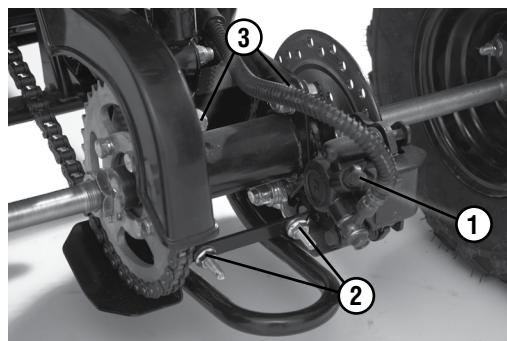

Рис. 14 Дисковый тормоз задней оси
- снимите колпачок с клапана выпуска воздуха (рис.14 поз.1); на штуцер клапана наденьте резиновую трубку, другой конец которой погрузите в емкость с небольшим количеством тормозной жидкости;
Для контроля натяжения цепи проверьте вертикальное перемещение нижней ветви цепи. Оно должно составлять 15-20 мм. Регулировку натяжения цепи производите равномерным вращением гаек растяжек (рис. 14, поз. 2), предварительно ослабив болты крепления задней оси к маятниковой вилке (рис. 14, поз. 3).